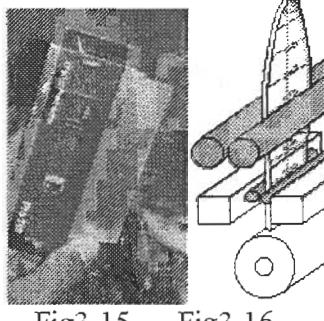

Fig3.15 Fig3.16
- Fig3.14 のように角度計測用丸棒をチャックしプロペラを装着して、手前の平らな部分で零点を取り、Fig3.15 のように角度計を羽根にしっかりとつけて角度を測る。(計測面の角度を算出しておく)